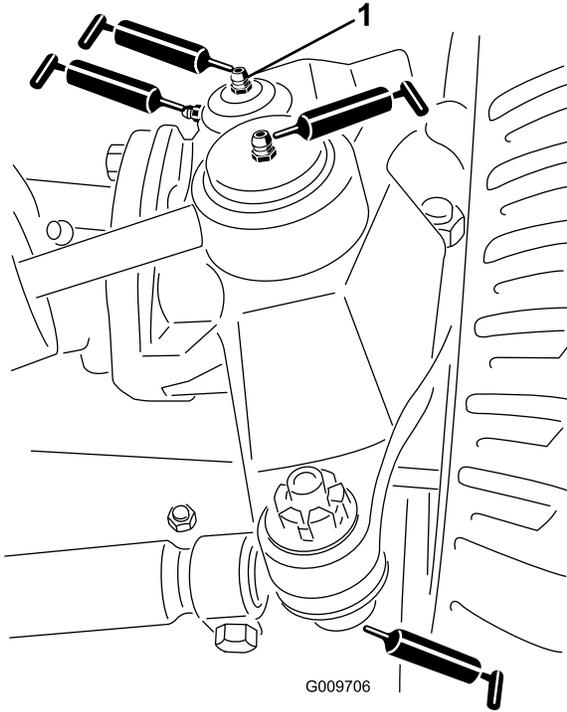

Bild 50
- Lenkzylinder-Kugelgelenke (2) (Bild 50)
- Spurstangen-Kugelgelenke (2) (Bild 50)
- Achsschenkelbüchsen (2) (Bild 50) **Fetten Sie das obere Anschlussstück am Achsschenkel nur einmal jährlich (2 Pumpen).**